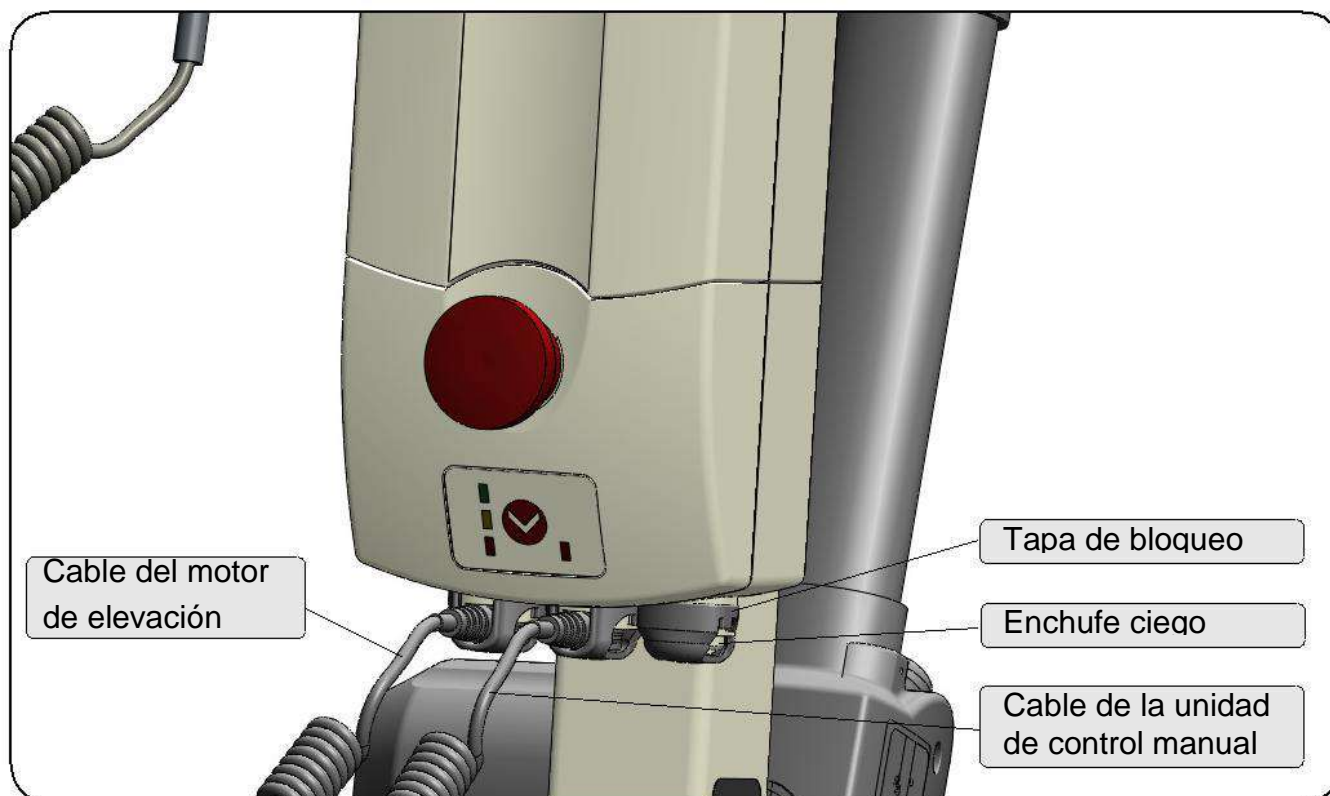

Figura 16
1. Compruebe las conexiones de la unidad de control, tal y como se muestra en la Figura 16.